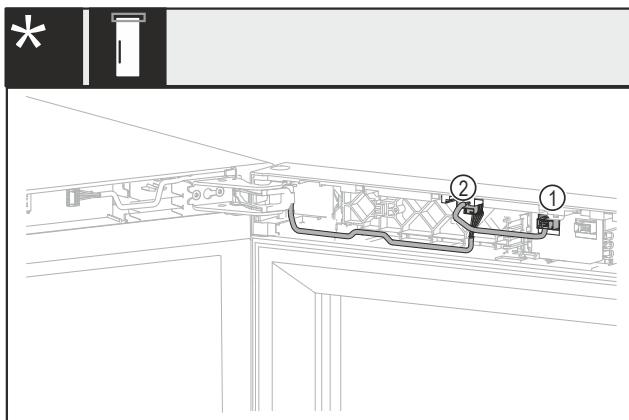

Fig. 19 Ohne Schloss oder mit mechanischem Schloss\*
- Stecker Fig. 19 (1) herausziehen.\*
- Stecker Fig. 19 (2) herausziehen.\*